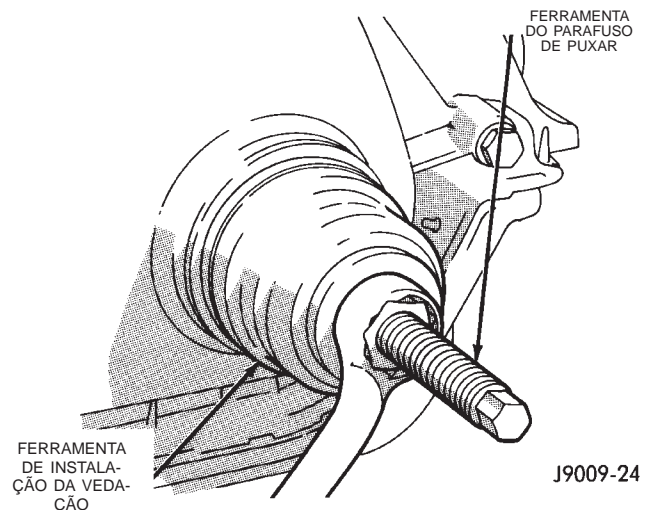

Fig. 41 Instalação de Vedação de Óleo da Tampa da Caixa de Regulagem
(2) Posicione a ferramenta e a vedação sobre a extremidade do eixo de manivelas e insira uma ferramenta do parafuso de puxar na Ferramenta de Instalação de Vedação 6139. (Fig. 41). Aperte a porca contra a ferramenta até que toque a tampa.